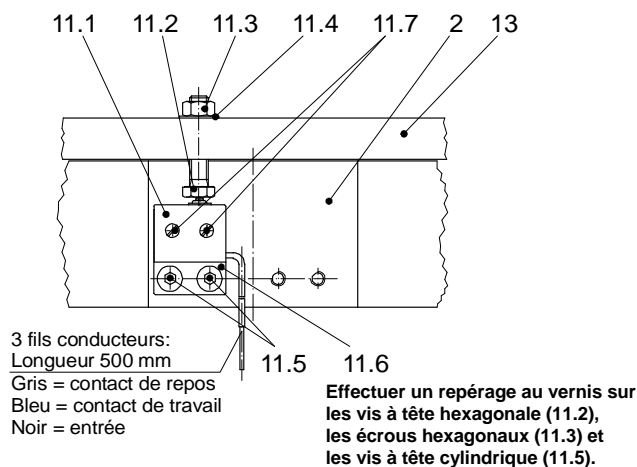

Fig. 6 (Taille 60 – 2000)
Contrôle du déblocage (11) Fig. 6
Montage (en usine fig. 6)
- Enduire le début du filet de la vis à tête hexagonale (11.2) avec de la LOCTITE 243 et la visser dans le disque de freinage jusqu'en butée de la tête de la vis (13) (La tête de la vis en direction du porte-bobine (2)).
- Visser la plaque d'adaptation (11.6) avec les deux vis à tête cylindrique (11.5) ($M4 \times 8 - \text{DIN912}$) au porte-bobine (2) côté contrôle du déblocage (Fig. 6). (Fixer à la LOCTITE 243.)
- Fixer le frein au couple de serrage nominal à la paroi de la machine (12), ou au dispositif de montage.
Réglage et contrôle du micro-interrupteur (pos. 11.1, fig. 6)